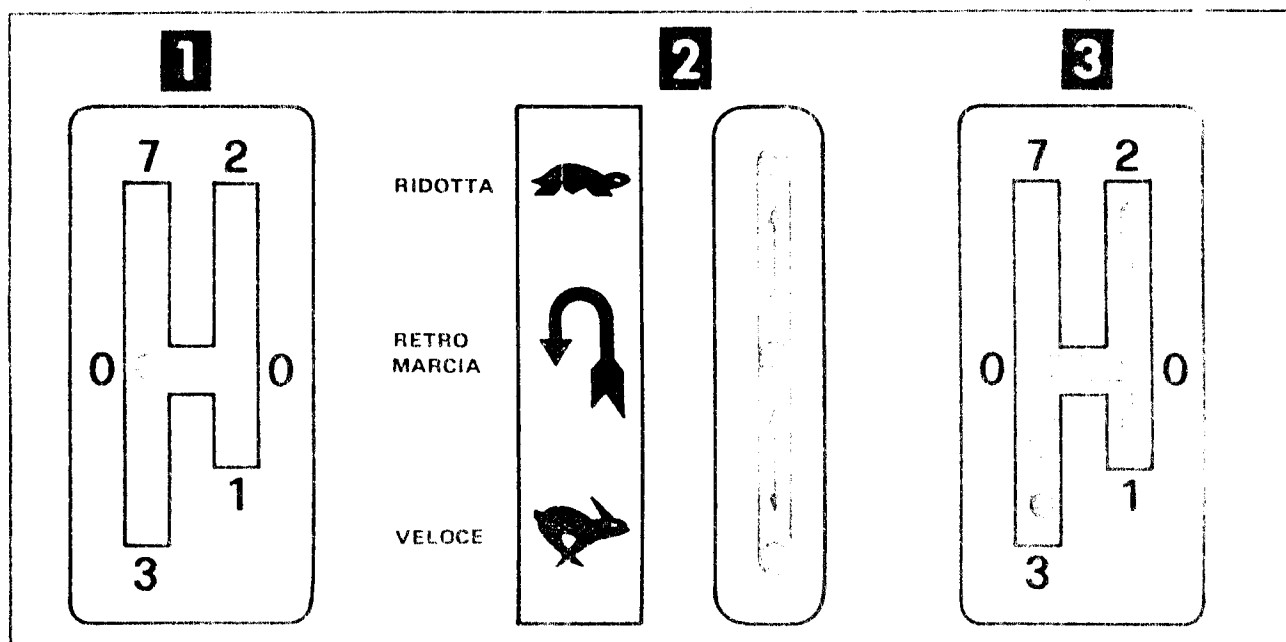

Figura 7. Impiego delle leve comando variatore di velocità e selettore marce
2. Scegliere la marcia desiderata (1a o 2a oppure 3a). A questo scopo, e per tutte le manovre successive, fare riferimento alla figura 7.